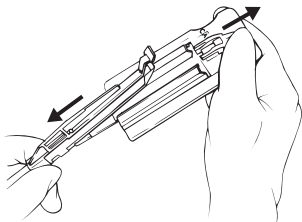

FIGUR 13
- 9b. Medan du applicerar ett lätt tryck på häftapparatgafflarnas båda sidor skjuter du monteringsklämman över häftapparatsens laddningsenhet samtidigt som du säkerställer att båda sidor av häftapparaten hålls fast på plats av monteringsklämman och att, på kassettsida, det gula skyddet är placerat mellan monteringsklämman (se figur 13).